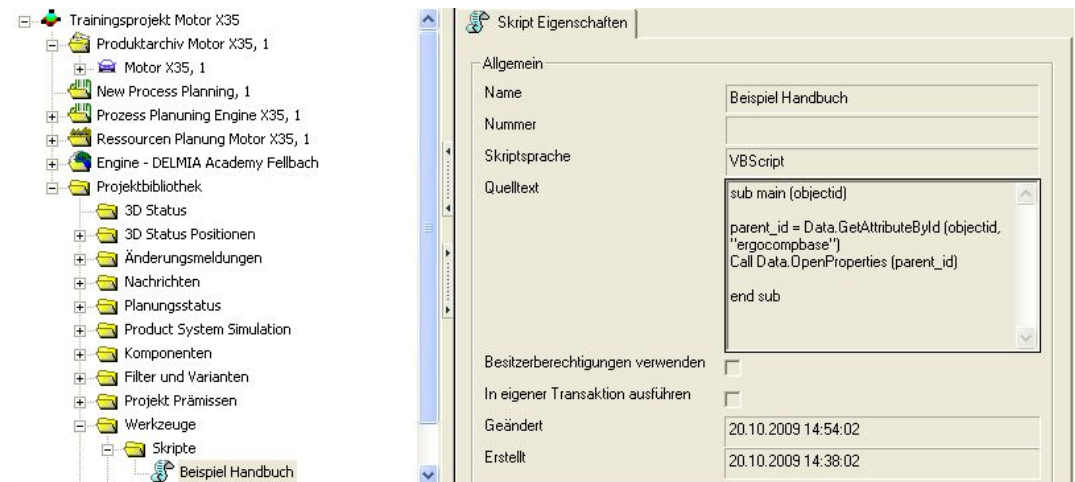

Abbildung 240: Skript erzeugen
- ➔ Geben Sie den Quelltext an, wie im Bild gezeigt. Siehe Abbildung 240.